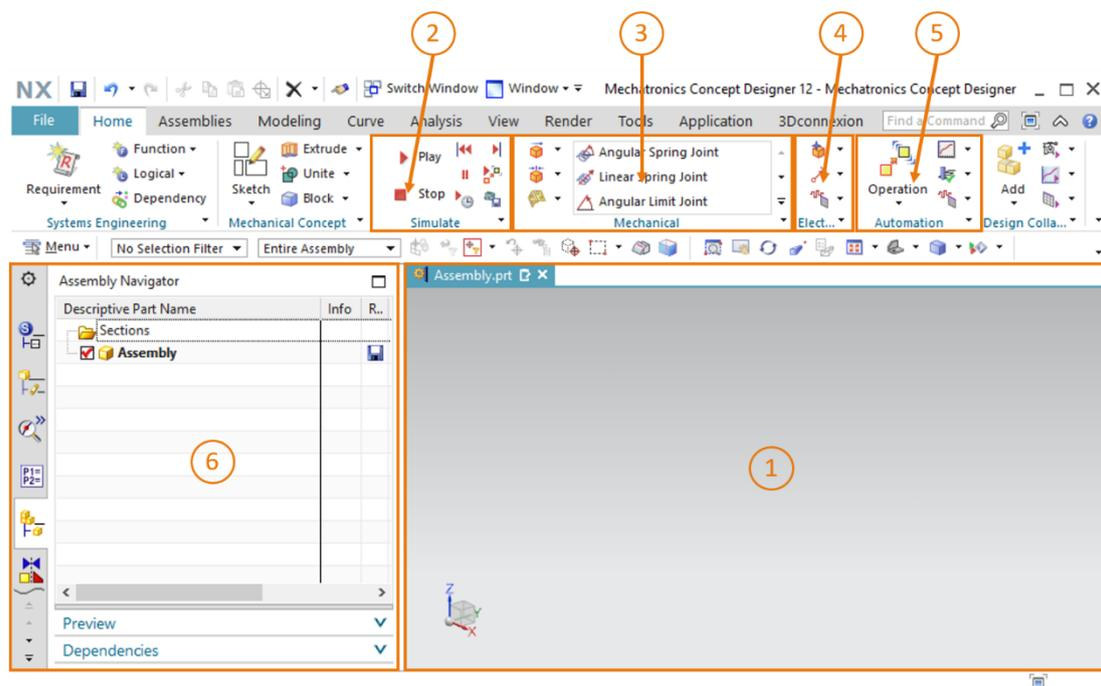

Figure 2 : Application "Mechatronics Concept Designer" dans NX avec marquages pour expliquer les zones.
| Figure 2 : Application "Mechatronics Concept Designer" dans NX avec marquages pour expliquer les zones..... | 12 |
La surface de travail de Mechatronics Concept Designer est présentée à la Figure 2. Pour ouvrir cette application, vous pouvez utiliser la recherche de commande en haut à droite de l'écran pour rechercher l'application "Mechatronics Concept Designer".
- L'écran central contient à nouveau la surface de travail tridimensionnelle (voir Figure 2, zone 1). Vous pouvez y sélectionner par exemple des surfaces de modèles pour l'affectation de propriétés dynamiques.
- Vous pouvez commander la simulation de votre modèle dans l'application dans une des zones centrales de la barre de menu (voir Figure 2, zone 2)
- Une autre zone centrale de la barre de menu (voir Figure 2, zone 3) répertorie toutes les propriétés dynamiques de Mechatronics Concept Designer du secteur de la mécanique. On y trouve entre autres les corps rigides et les corps de collision, qui sont expliqués en détail au Chapitre 4.2.1.
- Vous trouverez les propriétés dynamiques du secteur électrique dans la barre de menu à côté des propriétés dynamiques de la mécanique (voir Figure 2, zone 4). Elle contient essentiellement des capteurs et des régulateurs. Les propriétés dynamiques électriques pertinentes pour ce module sont décrites au Chapitre 4.2.2.
- La barre de menu comprend également les propriétés dynamiques du secteur de l'automatisation (voir Figure 2, zone 5). Ces propriétés comprennent des profils de déplacement ou des affectations de signaux pour un automate par des programmes externes comme PLCSIM Advanced. Ces fonctionnalités ne sont pas utilisées dans ce module.
- À partir de la barre de ressources à gauche de l'écran (voir Figure 2, zone 6), vous pouvez entre autres ouvrir le Physics Navigator (navigateur physique), dans lequel sont affichées toutes les propriétés physiques d'un module ou d'un modèle. En outre, le Runtime Inspector (Surveillance de l'exécution) vous permet de modifier les valeurs des propriétés physiques pendant une simulation active. Le Runtime Inspector est expliqué au Chapitre 4.3.